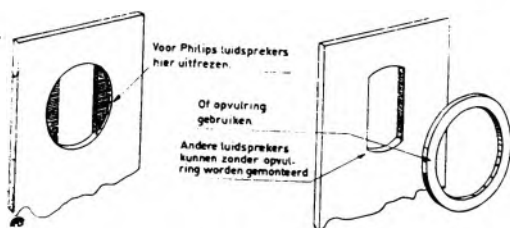

Fig. 2
Fig. 1 in RB '55 no. 8 toont aan deel (B) dat tevens als l.s.-plank dienst doet. Vandaar de afgeplatte cirkelvormige gaten hierin. De meeste l.s. kunnen direct achter tegen dit onderdeel worden geschroefd en de conussen „kijken” dan alleen maar door deze gaten. Philips l.s. moeten echter „verzonken” worden gemonteerd. Daarom moeten deze afgeplatte ronde gaten aan de achterzijde cirkelvormig tot enige millimeters diep worden uitgefreesd. Alternatief kunnen ook montageeringen worden gebruikt. Dus als in fig. 2.